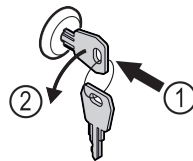

Fig. 176
- ▶ Inserire la chiave. Fig. 176 (1)
- ▶ Ruotare la chiave di 90° in senso antiorario. Fig. 176 (2)